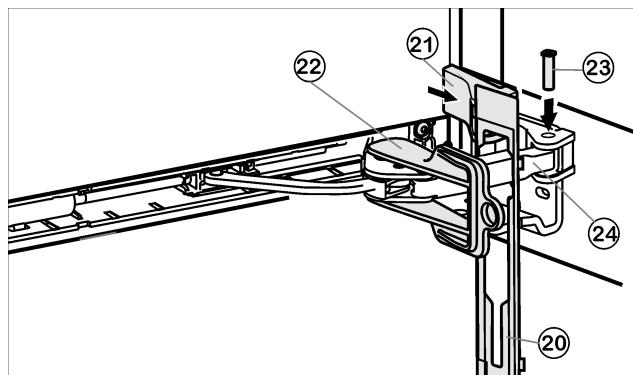

Fig. 16
- ▶ Accrocher le panneau Fig. 16 (20) sur l'étrier de l'amortisseur de telle sorte à ce que l'ergot d'encliquetage pointe vers l'avant et la face avant de l'appareil.
- ▶ Tirer l'étrier de l'amortisseur Fig. 16 (24) vers l'élément pivotant et enfoncez à nouveau le pivot Fig. 16 (23) à partir du haut, de telle sorte à ce que le carré repose dans l'évidement.
- ▶ Placer le cache Fig. 16 (21) et le bloquer.
- ▶ Retirer le dispositif d'arrêt Fig. 16 (22) en le tournant.
- ▶ Faire encliquer le panneau Fig. 16 (20) à la porte.